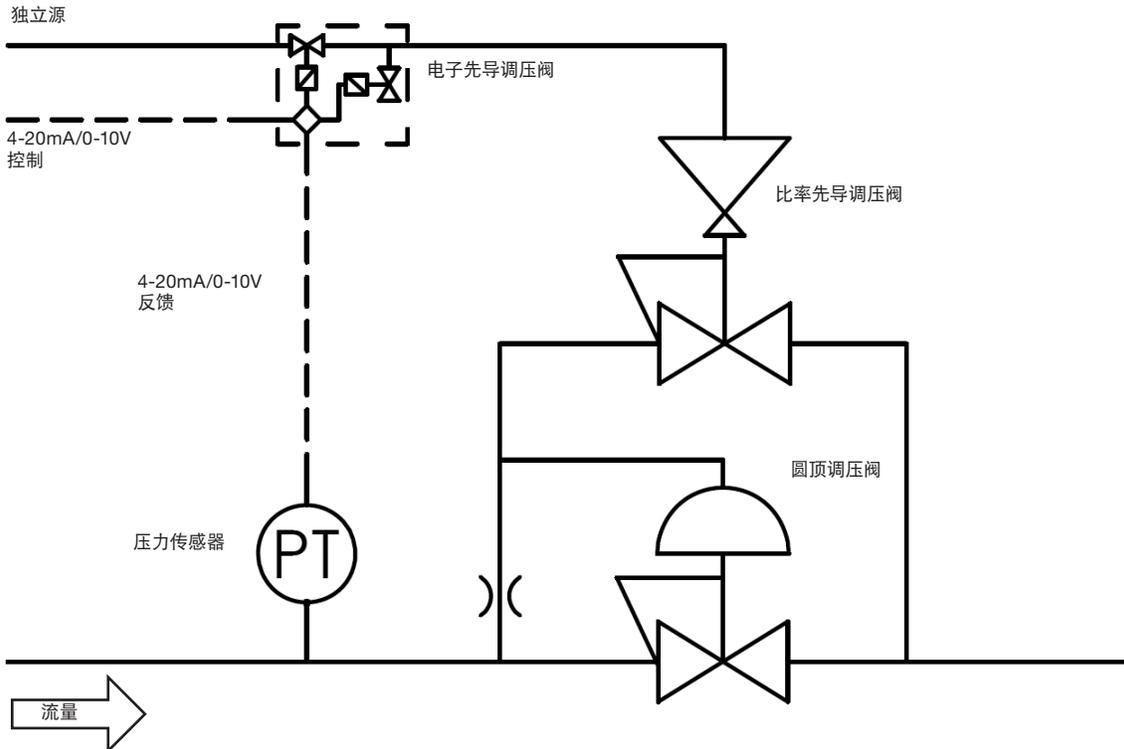

图 6
- **比率控制。**在此设置中，由系统压力供给的比率先导调压阀用于控制圆顶压力。比率先导可由电子调压阀和压力传感器组合控制（图 6），或由外部圆顶供给控制。比率先导设定压力按比例大于其感应压力。这使得主调压阀能在低压源控制的同时达到全设定压力。此设置不适用于液体应用。